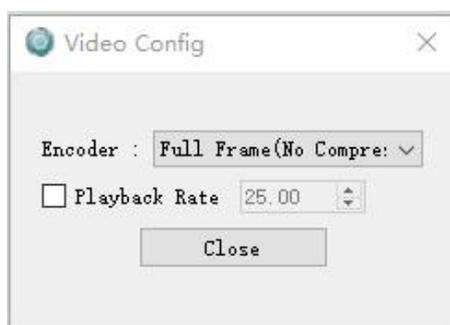

图 5-5
- 9) Setup: 如图 5-5 设置录像压缩格式和播放速率, 压缩支持 Full Frame (No Compression) 无压缩格式、MPEG-4 压缩格式；